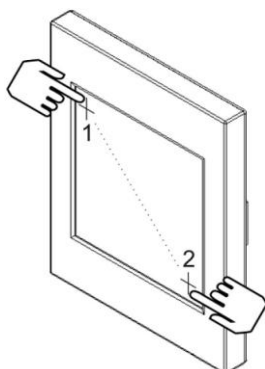

Figura 1.3. Calibración de Z38i
En su estado de fábrica, tras conectar la pantalla al bus KNX y antes de realizar una programación, se mostrará la pantalla de calibración. Una vez calibrada (ver pasos a seguir en figura 1.3), aparecerá en la cabecera el texto “Z38i 2.2”, en el que se identifica la versión de la aplicación instalada, en este caso, la versión 2.2. Al pulsar el botón MENU, se tendrá acceso a la pantalla de Configuración, en la que se han habilitado las casillas 1, 4 y 5. Mediante una pulsación corta sobre el botón derecho de la casilla 1 (PROG. LED), la pantalla podrá situarse en modo programación, sin necesidad de pulsar físicamente el botón de programación (2).
Tras realizar cualquier descarga desde ETS en la pantalla, será necesario **calibrarla**. Esta calibración se realiza presionando las esquinas superior izquierda e inferior derecha del Display, en ese orden (ver Figura 1.3). Esta calibración se mantendrá aunque se produzca un fallo de tensión de bus KNX. Sin embargo, cada vez que se lleve a cabo una reprogramación, la pantalla deberá volver a recalibrarse.